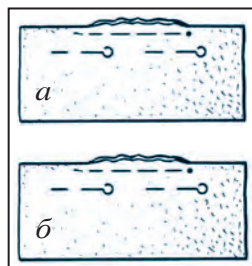

Рис. 64. Шитьё порванного шва.
1. Вывернув лицевую часть ткани наизнанку внутрь в порванном месте, сгибается вдвое, обратив отрезки лицом друг к другу. Порванное место прикалывается булавкой и прошивается крупной стёжкой вручную (рис. 64, *а*).
2. Порванный отрез сшивается вручную мелкой наметочной стёжкой (рис. 64, *б*).